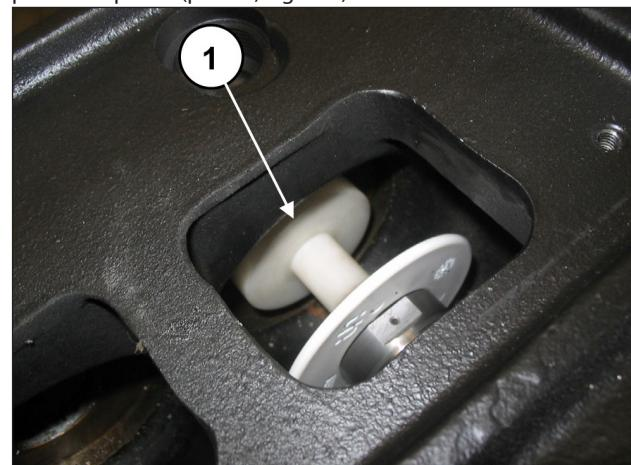

Fig. 123
Insira a ferramenta tampão no. 27516600 entre a guia do pistão e o pistão (pos. ①, Fig. 123).